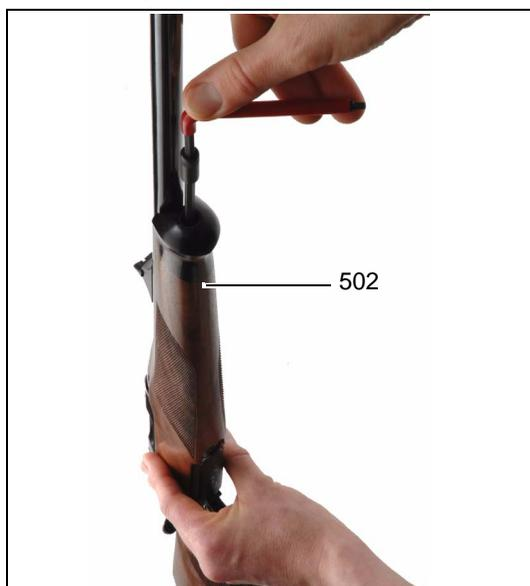

Fig. 21
- Fissando il calcio, non stringere troppo le viti (girare l'apposita chiave utilizzando solo due dita), (ved. Fig. 21).
Vedere Fig. 21.